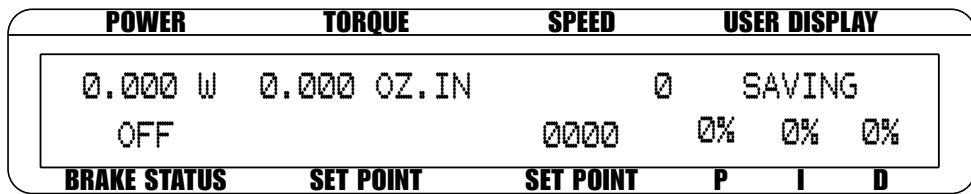

Bild 2-3 Menü Speicherfunktion
1. Zweimal auf die Shift-Taste drücken. Das Wort «SAVING» (Speichern) erscheint auf der Anzeige (siehe Bild 2-3).